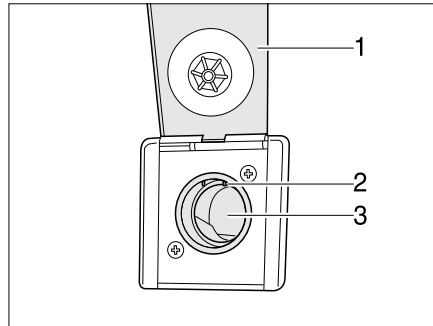

Bild 147 Schlauchanschluss
- Klappe (Bild 147,1) am Schlauchanschluss anheben.
- Schlauch mit einer leichten Drehung in die Öffnung (Bild 147,3) schieben. Sobald die Kontakte am Schlauchende die Kontakte im Schlauchanschluss (Bild 147,2) berühren, startet der Staubsauger automatisch.